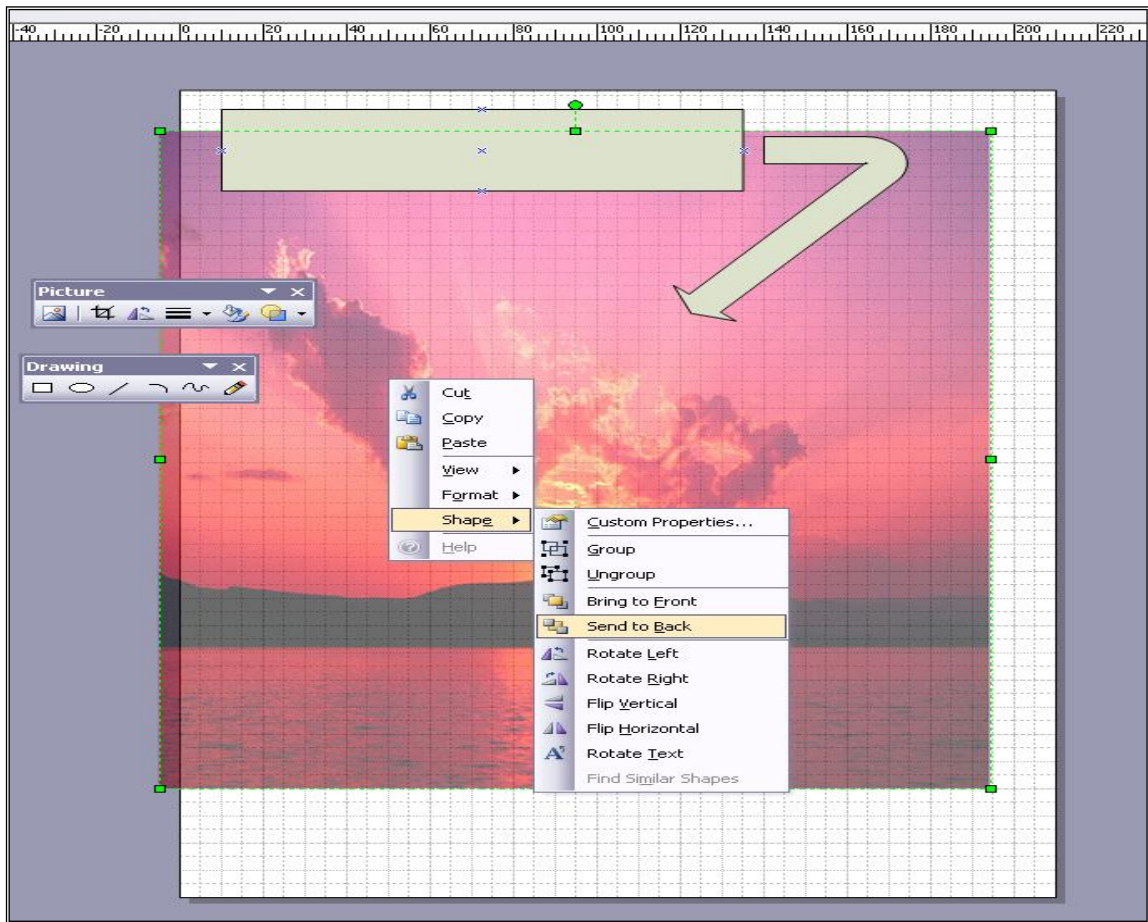

Рис. 56. Форматирование изображения
11. Сделайте изображение (пункт 9) фоном вашего документа, меняя его прозрачность и размеры. При этом лицевая страница называется страницей переднего плана (foreground page), и она отображается перед фоновой страницей. А фоновый рисунок разместить на заднем плане с помощью команд контекстного меню **Shape – Send to Back** (рис. 56).